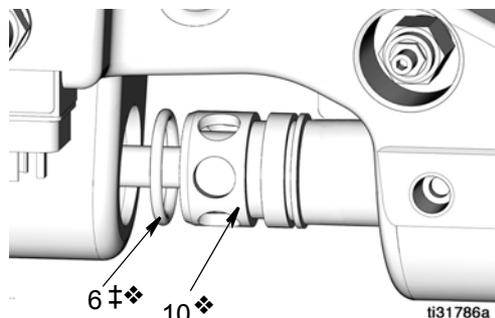

FIG. 23
16. Spingere il fermo di tenuta (9❖) nella base della pompa (2).
17. Installare parzialmente il cilindro della pompa (11❖) nella base della pompa (2).
18. Lubrificare l'O-ring (6‡❖) e installarlo attorno al fermo di tenuta del piatto premente (10❖) (FIG. 23).